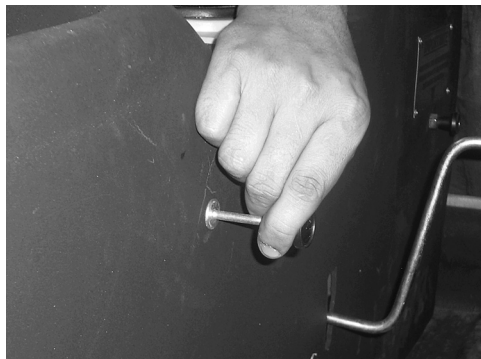

Figura 10
**10 .a)** Para desligar o motor basta puxar o cabo do afogador que está localizado no banco, abaixo do assento do passageiro, como indica a figura 10.